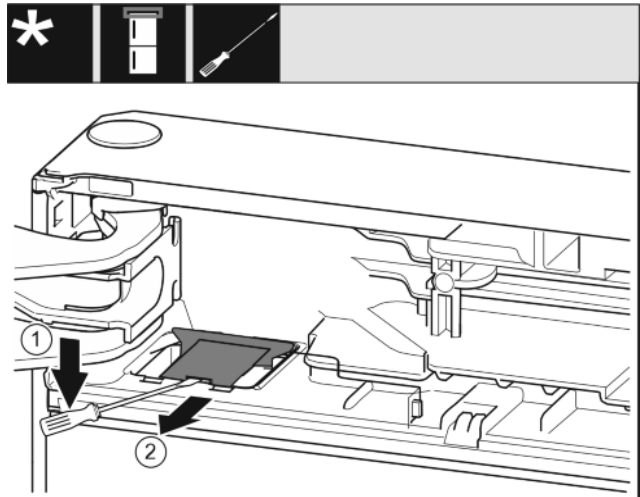

Fig. 8
- ▶ С плоска отвертка освободете и повдигнете капака. Fig. 8 (1)
- ▶ Извадете капака. Fig. 8 (2)